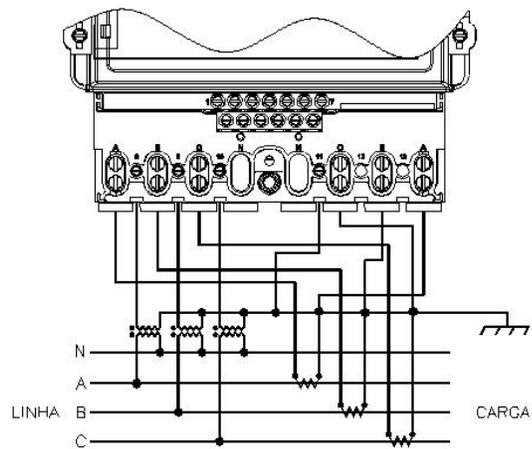

Figura 3.4 - Medição a 3 elementos com 3 TP e 3 TC (Ligação Estrela) do ELO2173.
**OBSERVAÇÃO:** O esquema da figura 3.4 pode ser utilizado em sistemas de potência em estrela ou delta a 4 fios.